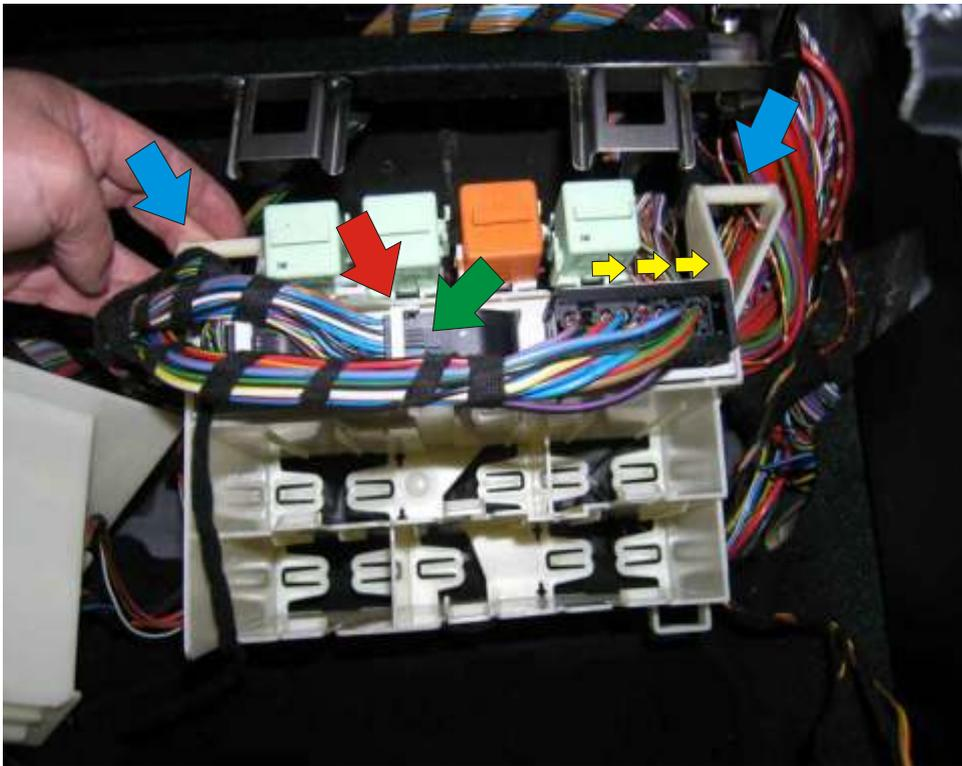

Bild 3:
5. Gleichzeitig oben drücken um Halterung auszuklipsen (siehe auch Bild 3). Am Besten vorher mal mit der Taschenlampe leuchten.